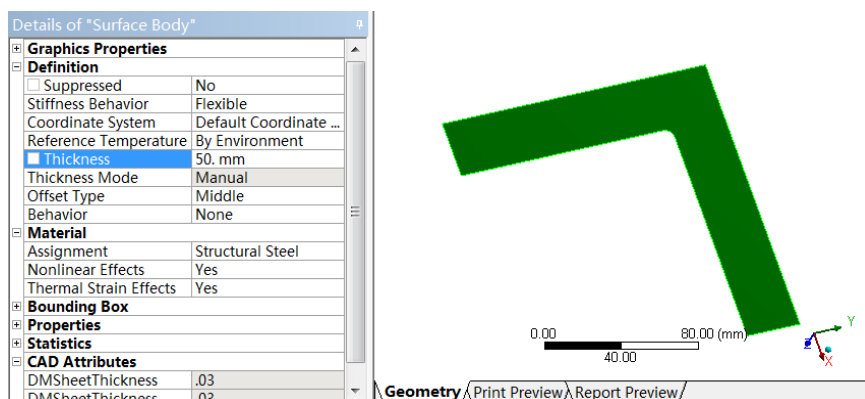

图 18-5 零件行为设置
4) 在 Details of “Surface Body” 细节窗口中设置“Thickness”为“50mm”，设置面实 体的厚度为 50mm，如图 18-5 所示。